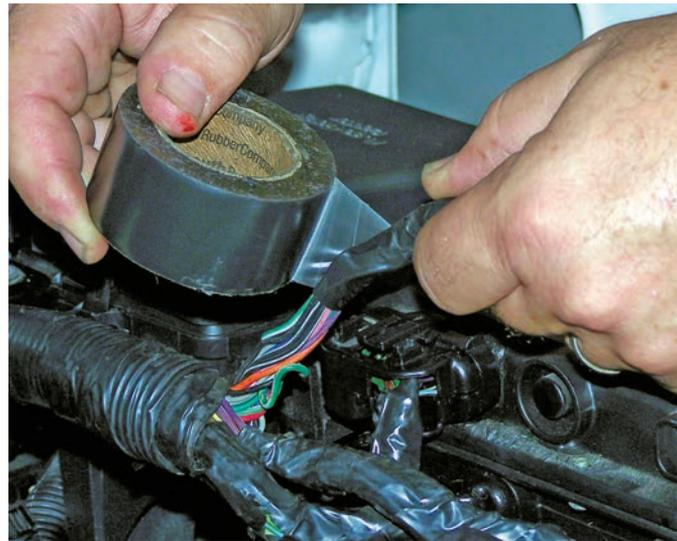

Figure 2-59 Isolez toutes les réparations de fils pour les protéger de la corrosion et des dommages.
ÉTAPE 19 Recouvrez l'autre partie dénudée du fil de remplacement avec du ruban isolant (**figure 2-59**).